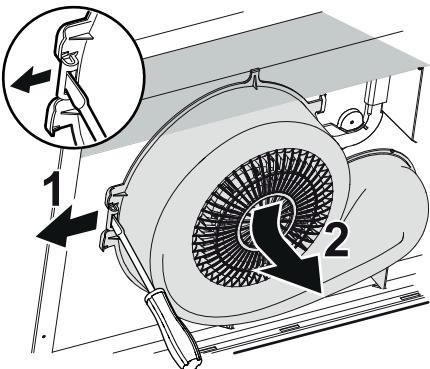

Fig. 4
Løsn blæserhuset ved at bøje låsen ud i pilens retning (1), og tryk blæserhuset væk fra dig og nedad (2)Fig. 4.